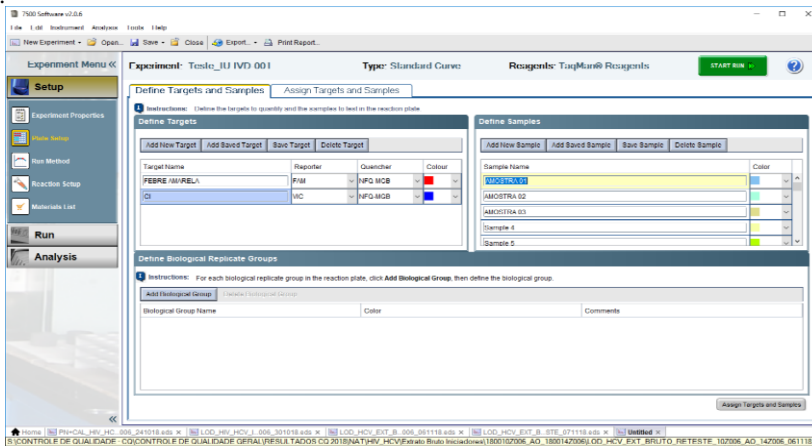

Figura 04: Configuração da aba **Define Samples**
- Na seção **Define Samples**, adicionar os campos de amostra e controles clicando no botão **Add New Sample**. Identificar os campos correspondentes de acordo com a posição na placa, conforme Figura 04: